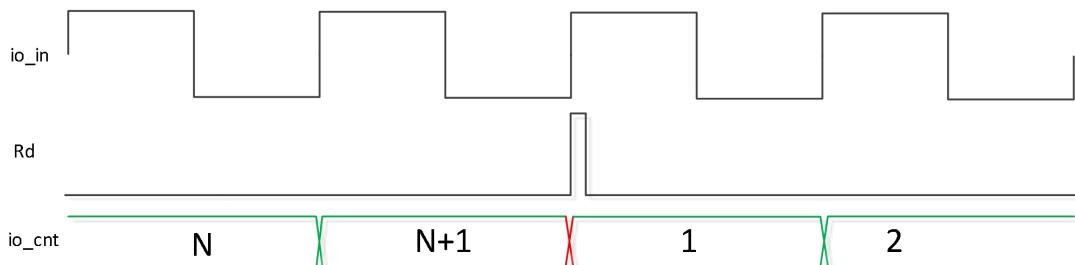

图 11 清零操作同 io 边沿 (上升沿计数)
- 读操作在输入信号边沿同时发生，当次读到的为上一个计数值，当次边沿累计到下一次 io_cnt，如图 11 所示。